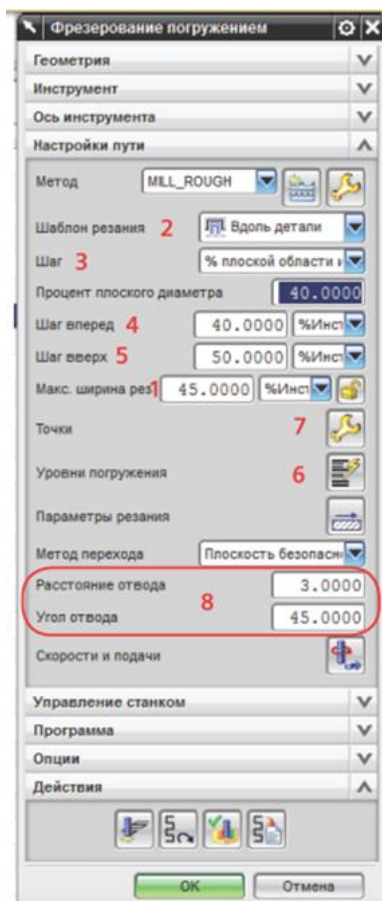

Рисунок 8.3 – Параметры операции глубинного фрезерования
Шаблон різання (2) виглядає звичним чином, але в даному випадку це порядок руху інструменту між зануреннями. Параметри Крок (3) і Крок вперед (4) керують рухом уздовж шаблону (рис. 8.3). Крок вгору (5) дозволяє регулювати кількість сходинок; занадто мале значення кроку вгору призведе до втрати продуктивності, занадто велика - до великих сходів між рівнями.